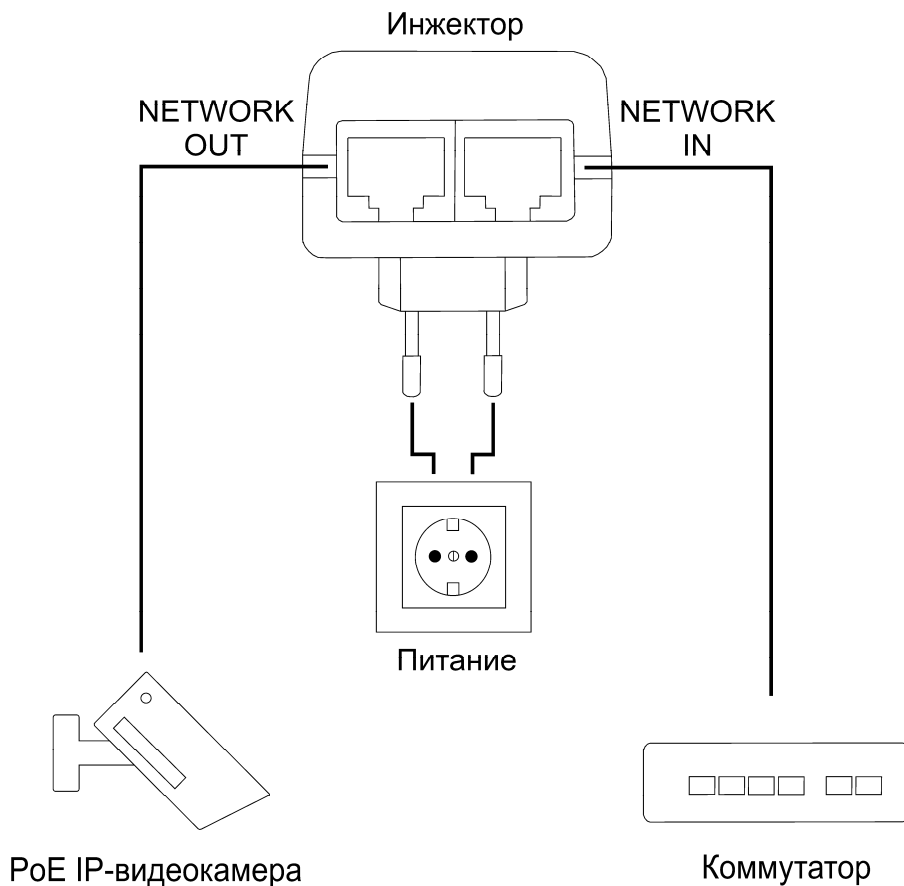

Рисунок 2 – схема подключения
- Подключите коммутатор стандартным сетевым кабелем UTP cat5e/6 к разъему «NETWORK IN» изделия (см. рисунок 2).
- Подключите IP-видеокамеру с питанием PoE стандартным сетевым кабелем UTP cat5e/6 к разъему «NETWORK OUT» изделия (см. рисунок 2).